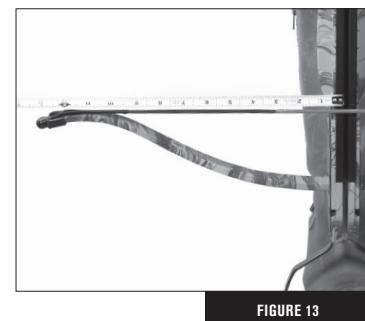

FIGURE 13
1. Utilice una cinta métrica para comprobar la distancia desde la punta de la pala donde la cuerda cruza el riel de vuelo. Esta medición debería ser la misma a cada lado (Fig. 13).